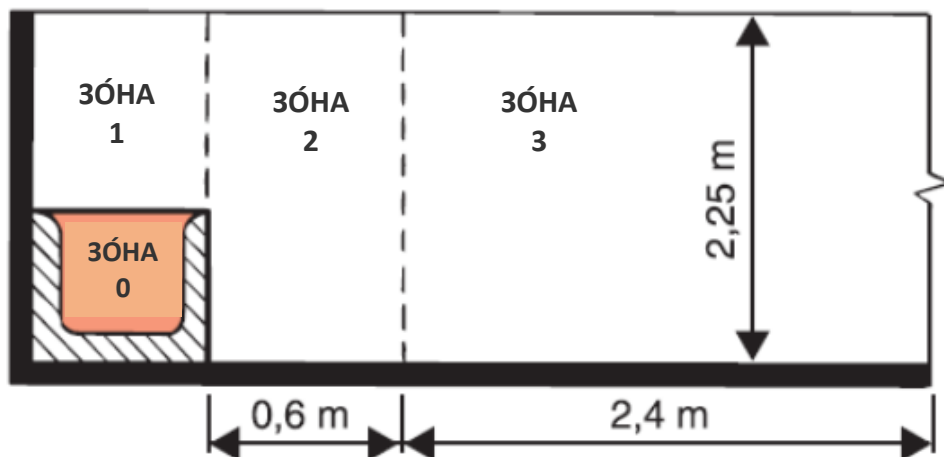

Рисунок 1
- возможность установки в ванных и умывальных помещениях в зоне **1** – степень защиты IP 25 (над уровнем ванны, душевые кабины) согласно **ČSN 33 2000-7-701** (рис. 1)